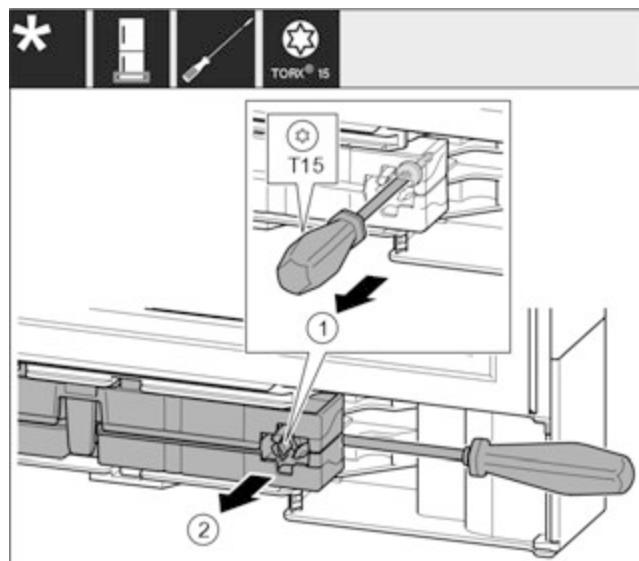

Fig. 17
- За допомогою викрутки Т15 ослабте гвинт на демпферному вузлі приблизно на 14 мм. Fig. 17 (1)
- Перемістіть викрутку з боку ручки за демпферний вузол. Поверніть вузол уперед. Fig. 17 (2)
- Витягніть вузол. Fig. 17 (3)